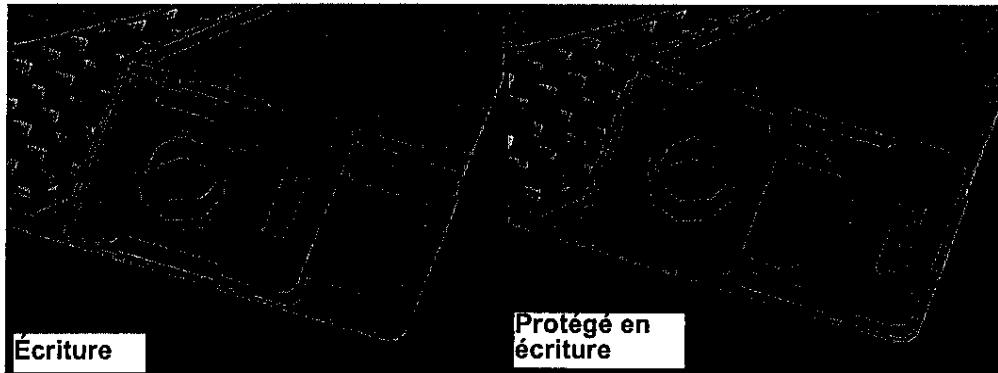

Fig. 2.6: Détail du bouton de protection anti-écriture dans les 2 états
La figure 2.6 montre les deux états possibles du bouton de protection anti-écriture (7). La géométrie du bouton dessert 4 objectifs fonctionnels :